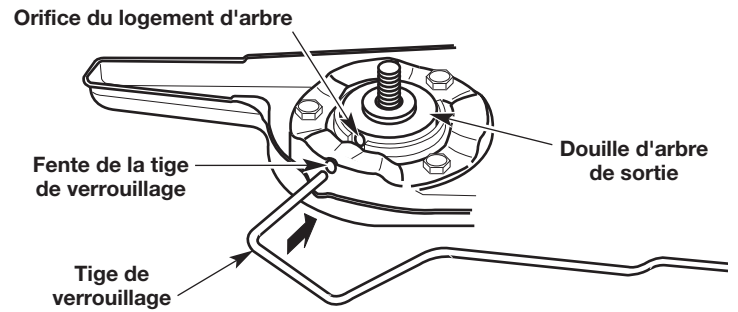
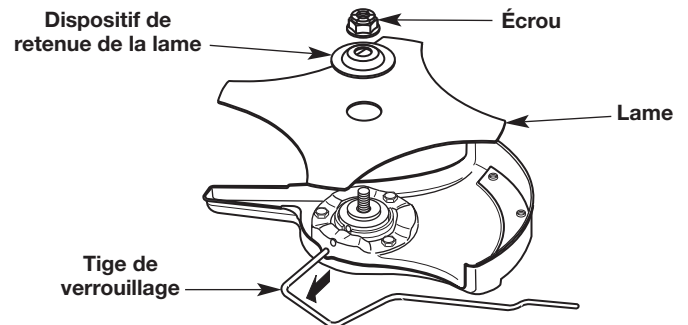
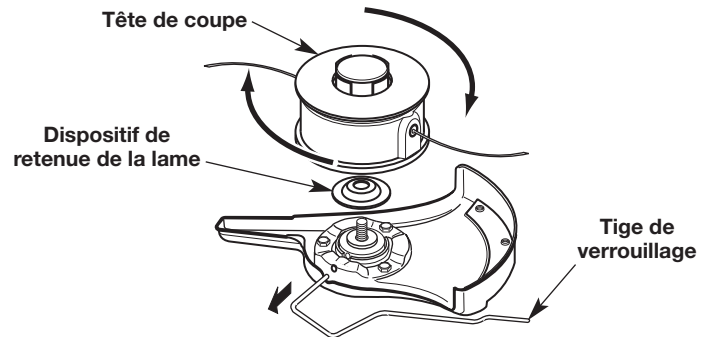

Fig. 10
Fig. 12
Fig. 15
1. Faites tourner la lame (Fig. 12) jusqu'à ce que l'ouverture de la bague d'arbre soit alignée avec la fente de la tige de verrouillage (Fig. 10).
2. Insérez la tige de verrouillage à travers la fente et l'ouverture de la bague d'arbre (Fig. 10).
5. Enlevez la tige de verrouillage (Fig. 12).
6. Retirez la lame et le dispositif de retenue de la lame (Fig. 12).
1. Faites tourner la bague de l'arbre de sortie jusqu'à ce que l'ouverture de la bague d'arbre soit alignée avec la fente de la tige de verrouillage (Fig. 10).
2. Faites tourner la tête de coupe (Fig. 15) jusqu'à ce que l'ouverture de la bague d'arbre soit alignée avec la fente de la tige de verrouillage (Fig. 10).
3. Insérez la tige de verrouillage à travers la fente et l'ouverture de la bague d'arbre (Fig. 10).
5. Tout en maintenant la tige de verrouillage en place, dévissez la tête de coupe en la tournant dans le sens horaire (Fig. 15).
6. Enlevez la tige de verrouillage (Fig. 15).
7. Retirez le dispositif de retenue de la lame (Fig. 15).